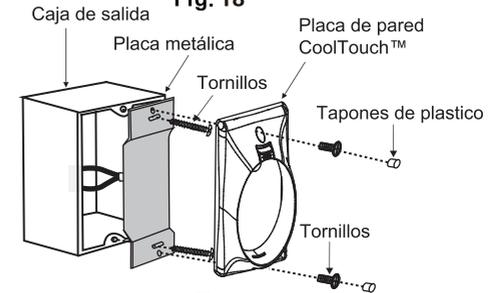

Fig. 19
**Paso 2.** Instale la placa metálica y la placa de pared CoolTouch™ en la caja de salida de pared existente con 4 tornillos previsto. Luego coloque los dos tapones de plástico en la placa de pared. (Fig. 19)